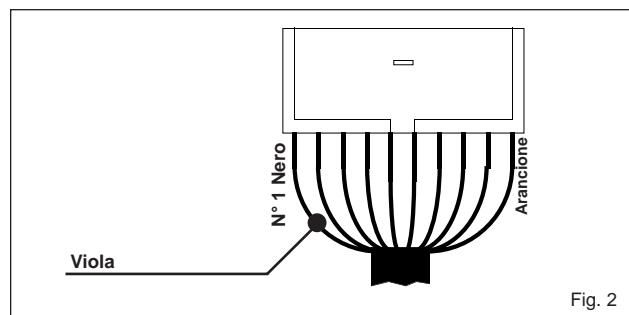

Fig. 2
- in presenza di emulatore 4 CANALI collegare al filo NERO n° 1 sul connettore verde del cablaggio corrispondente (vedi fig. 2),